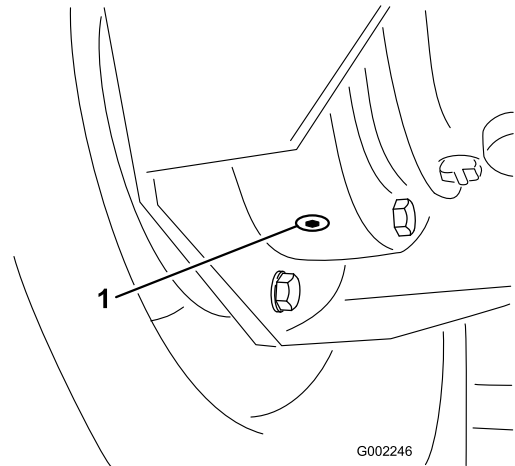

Figure 81
4. Placez un bac de vidange sous le bouchon de vidange intérieur et retirez le bouchon (Figure 81).